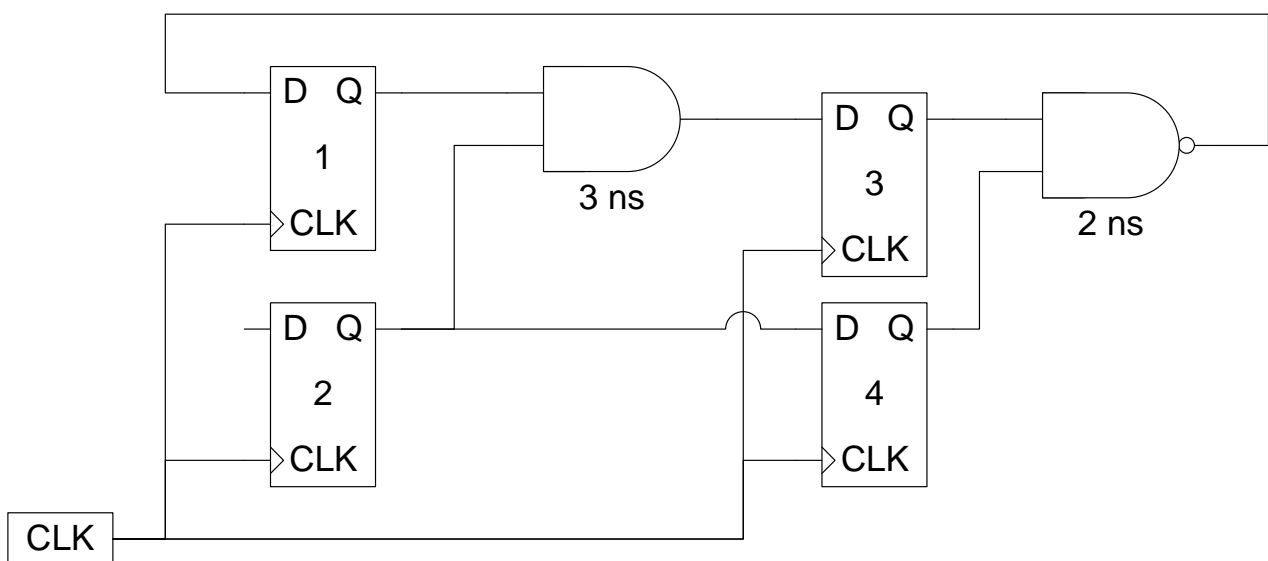

Figure 2: Exemple #2
- Énumérer les chemins possibles de la figure 2, donner le délai sur chacun, et indiquer si la période d'horloge est suffisante et par combien.
- Créer un nouveau bloc-schématique et simuler le circuit de la figure 2.